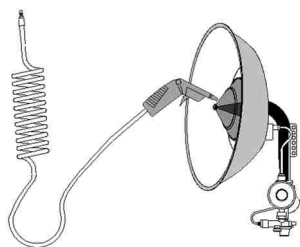
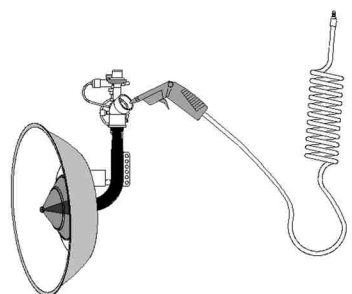

Fig. 14
Fig. 15
**a) Limpieza con aire (Fig. 14 y Fig. 15)**
- Colocar el radiador de forma vertical con la conexión de gas hacia abajo, y proyecte el aire comprimido por toda la superficie del cono exterior dirigiendo el chorro de aire hacia el cono interno (Fig.14).
Déle la vuela al equipo y sople el aire comprimido a través de la abertura de entrada de aire. (Fig. 15).
**a) Cleaning with air (Fig. 14 and Fig. 15)**
- Position the brooder upright, with the gas connection facing down, and direct the compressed air over the entire surface area of the outer cone, aiming the air jet at the inner cone (Fig. 14).
Turn the appliance over and blast the compressed air through the air inlet opening (Fig. 15).
**a) Nettoyage à l'air comprimé (Fig. 14 et Fig. 15)**
- Placez le radiateur verticalement avec le raccordement de gaz vers le bas, et projetez l'air comprimé sur toute la surface du cône extérieur en dirigeant le jet d'air vers le cône interne (Fig.14).
Retournez le radiateur et projetez l'air comprimé au travers de l'ouverture d'entrée d'air. (Fig. 15).